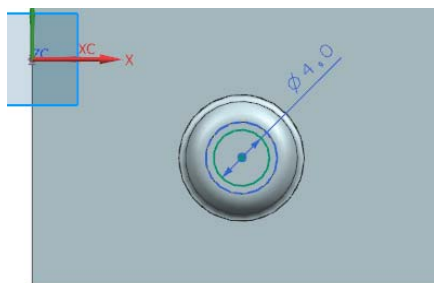

图 10-73 绘制草图
(3) 绘制如图 10-73 所示的裁剪轮廓。单击“完成”图标, 草图绘制完毕。